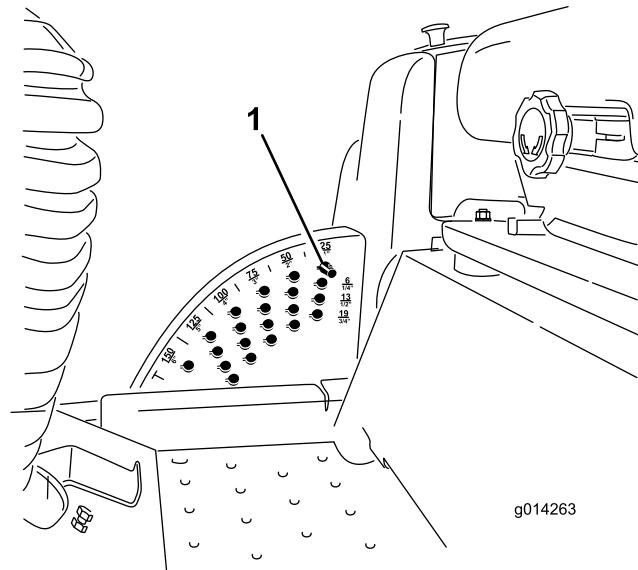

図 2
- 3. 組み立て時に間違わないように、刈高ブラケットについている刈高ピンの位置を記録しておく図 2。刈高ブラケットから刈高ピンを抜き取る。